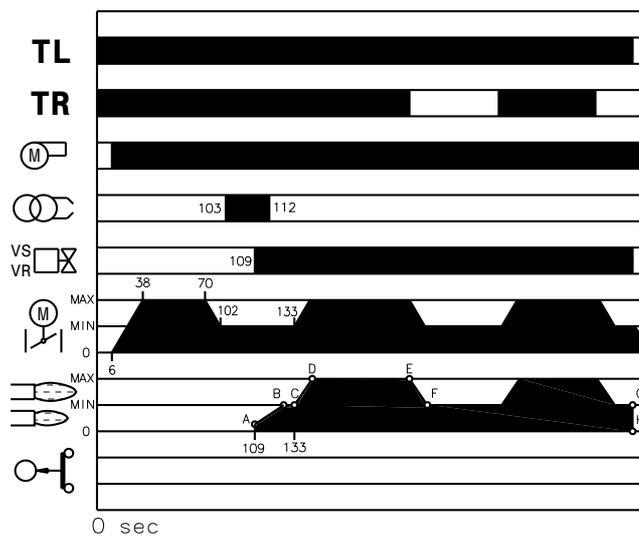

Fig. 37
- 109s** La vanne de sécurité VS et la vanne VR de réglage (ouverture rapide). La flamme s'allume à une faible puissance, point A (Fig. 37). Il s'ensuit une augmentation progressive du débit, une ouverture lente de la vanne, jusqu'à la puissance MIN, point B (Fig. 37).
Une fois le cycle de démarrage terminé, la commande du servomoteur passe au thermostat/pressostat TR qui contrôle la pression ou la température dans la chaudière (point C, Fig. 37). (La boîte de contrôle électrique continue de contrôler la présence de la flamme et la bonne position des pressostats d'air et gaz seuil maximum).